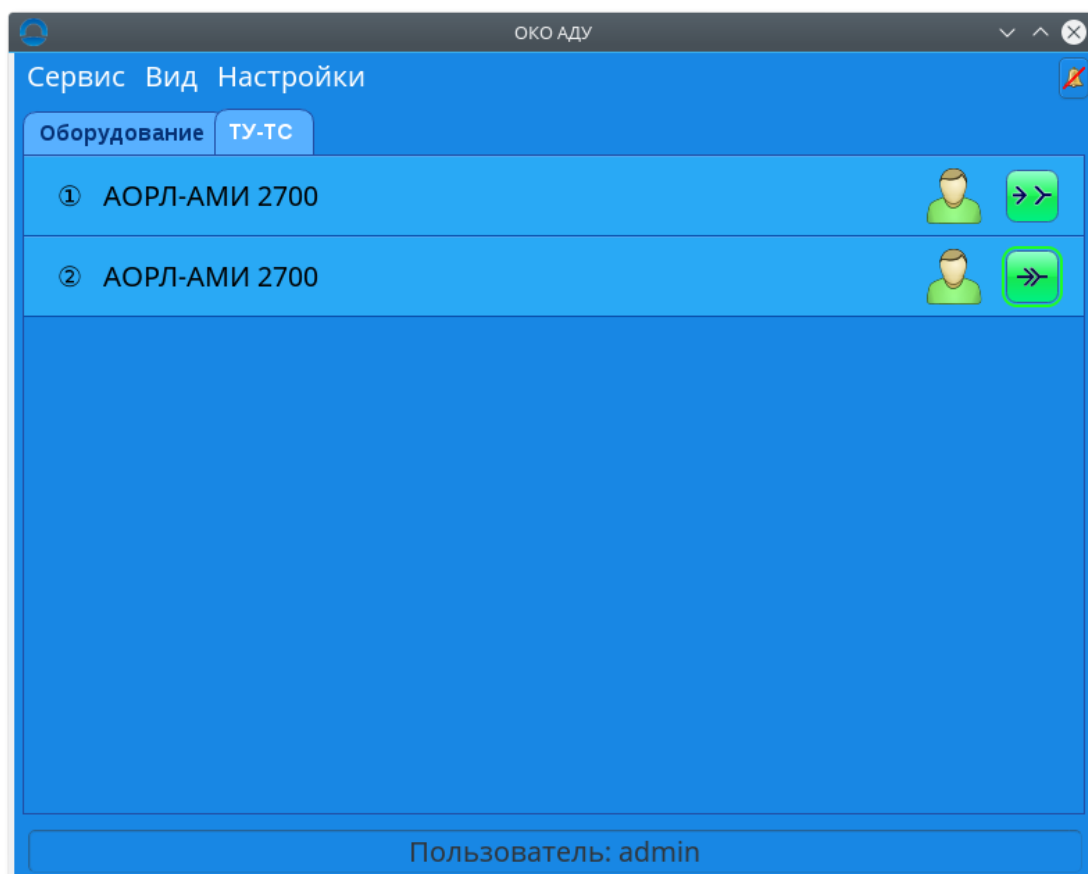

Рисунок 4. Вид вкладки «ТУ-ТС»
4.1.10 На вкладке «ТУ-ТС» (рисунок 4) отображается наличие связи с серверами радиолокатора и информация об авторизации оператора на серверах.